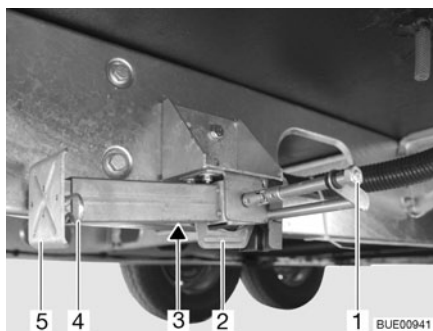

Fig. 26 Apoyo de elevación
- Colocar la llave de vaso en el hexágono (Fig. 26,1) y girarla hasta que el apoyo de elevación quede verticalmente hacia abajo.
- En caso de que la longitud del apoyo de elevación sea ajustable, extraer la clavija hendida (Fig. 26,4) de la prolongación del pie de apoyo (Fig. 26,5).
- Colocar la llave de vaso en el hexágono (Fig. 26,1) y girarla hasta que el apoyo de elevación esté de nuevo libre del suelo.
- Introducir totalmente la prolongación del pie de apoyo (Fig. 26,5) e introducir la clavija hendida (Fig. 26,4) en el orificio previsto para ello que hay en la prolongación del pie de apoyo.
- Girar el hexágono (Fig. 26,1) hasta que el apoyo de elevación se haya girado hacia arriba y la guía (Fig. 26,2) tenga contacto con el extremo de la ranura (Fig. 26,3).